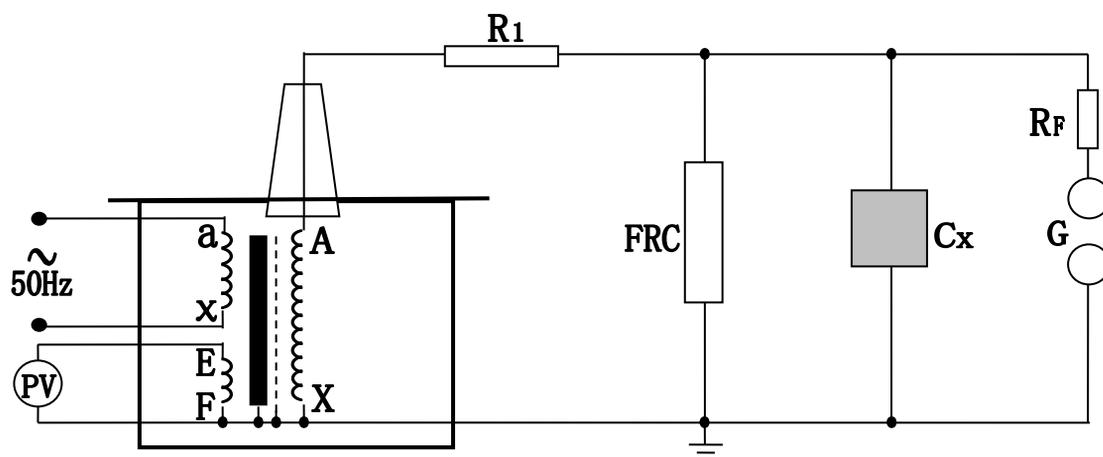

图 6：被试品工频耐压试验接线图
- 1、YDJ 油浸式试验变压器做被试品的工频耐压试验使用接线原理图见图 6。
高于低压侧测量电压表上反映出来的电压。工频耐压试验时，被试品上的电压高于油浸式试验变压器的输出电压，也就是所谓容升现象。感应耐压试验时，油浸式试验变压器的漏抗必然存在着压降。为了准确测量被试品上所施加的电压，因此常在高压侧接入 FRC 阻容分压器来测量电压(见图 6)。